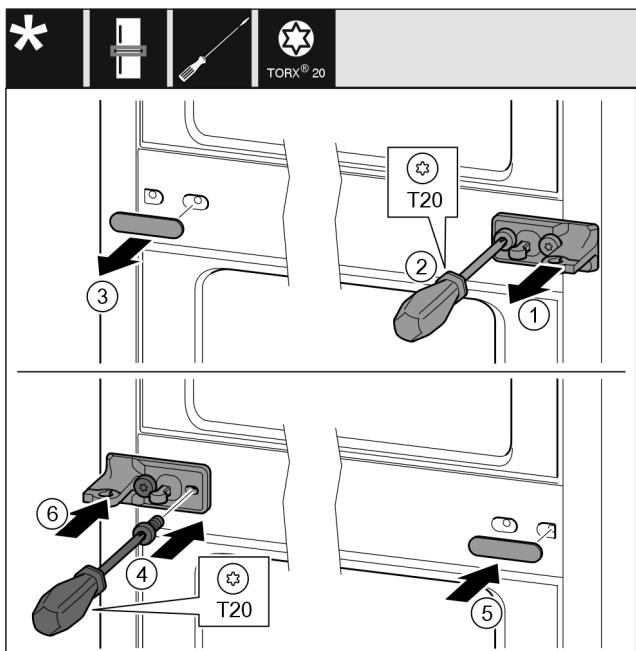

Fig. 33
- ▶ Stáhněte podložku. Fig. 33 (1)
- ▶ Šroubovákem T20 vyšroubujte šrouby. Fig. 33 (2)
- ▶ Opatrně stáhněte kryt. Fig. 33 (3)
- ▶ Stoja ložiska s fólií otočený o 180° pevně přišroubujte na druhé straně. Fig. 33 (4)
- ▶ Kryt otočený o 180° namontujte na druhé straně. Fig. 33 (5)
- ▶ Zepředu nasuňte podložku. Fig. 33 (6)